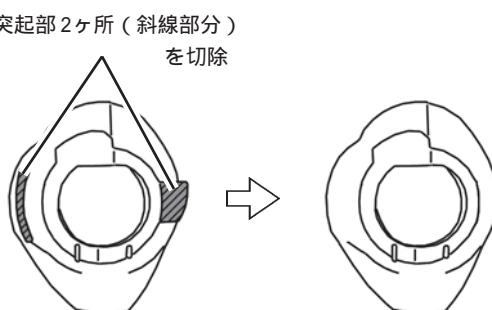

図4-2
- 2 . 純正ロアマウンティングラバーの突起部2ヶ所を切除してください。(図4-2)